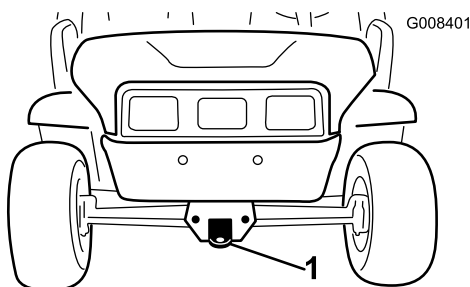

図 21
長距離を運ぶ場合にはトレーラを使用してください。必ず確実に固定して輸送してください。ロープがけのポイントについては図 20 と 図 21 を参照してください。
2. 前フレームのトングにロープなどの牽引索を取り付ける (図 21)。